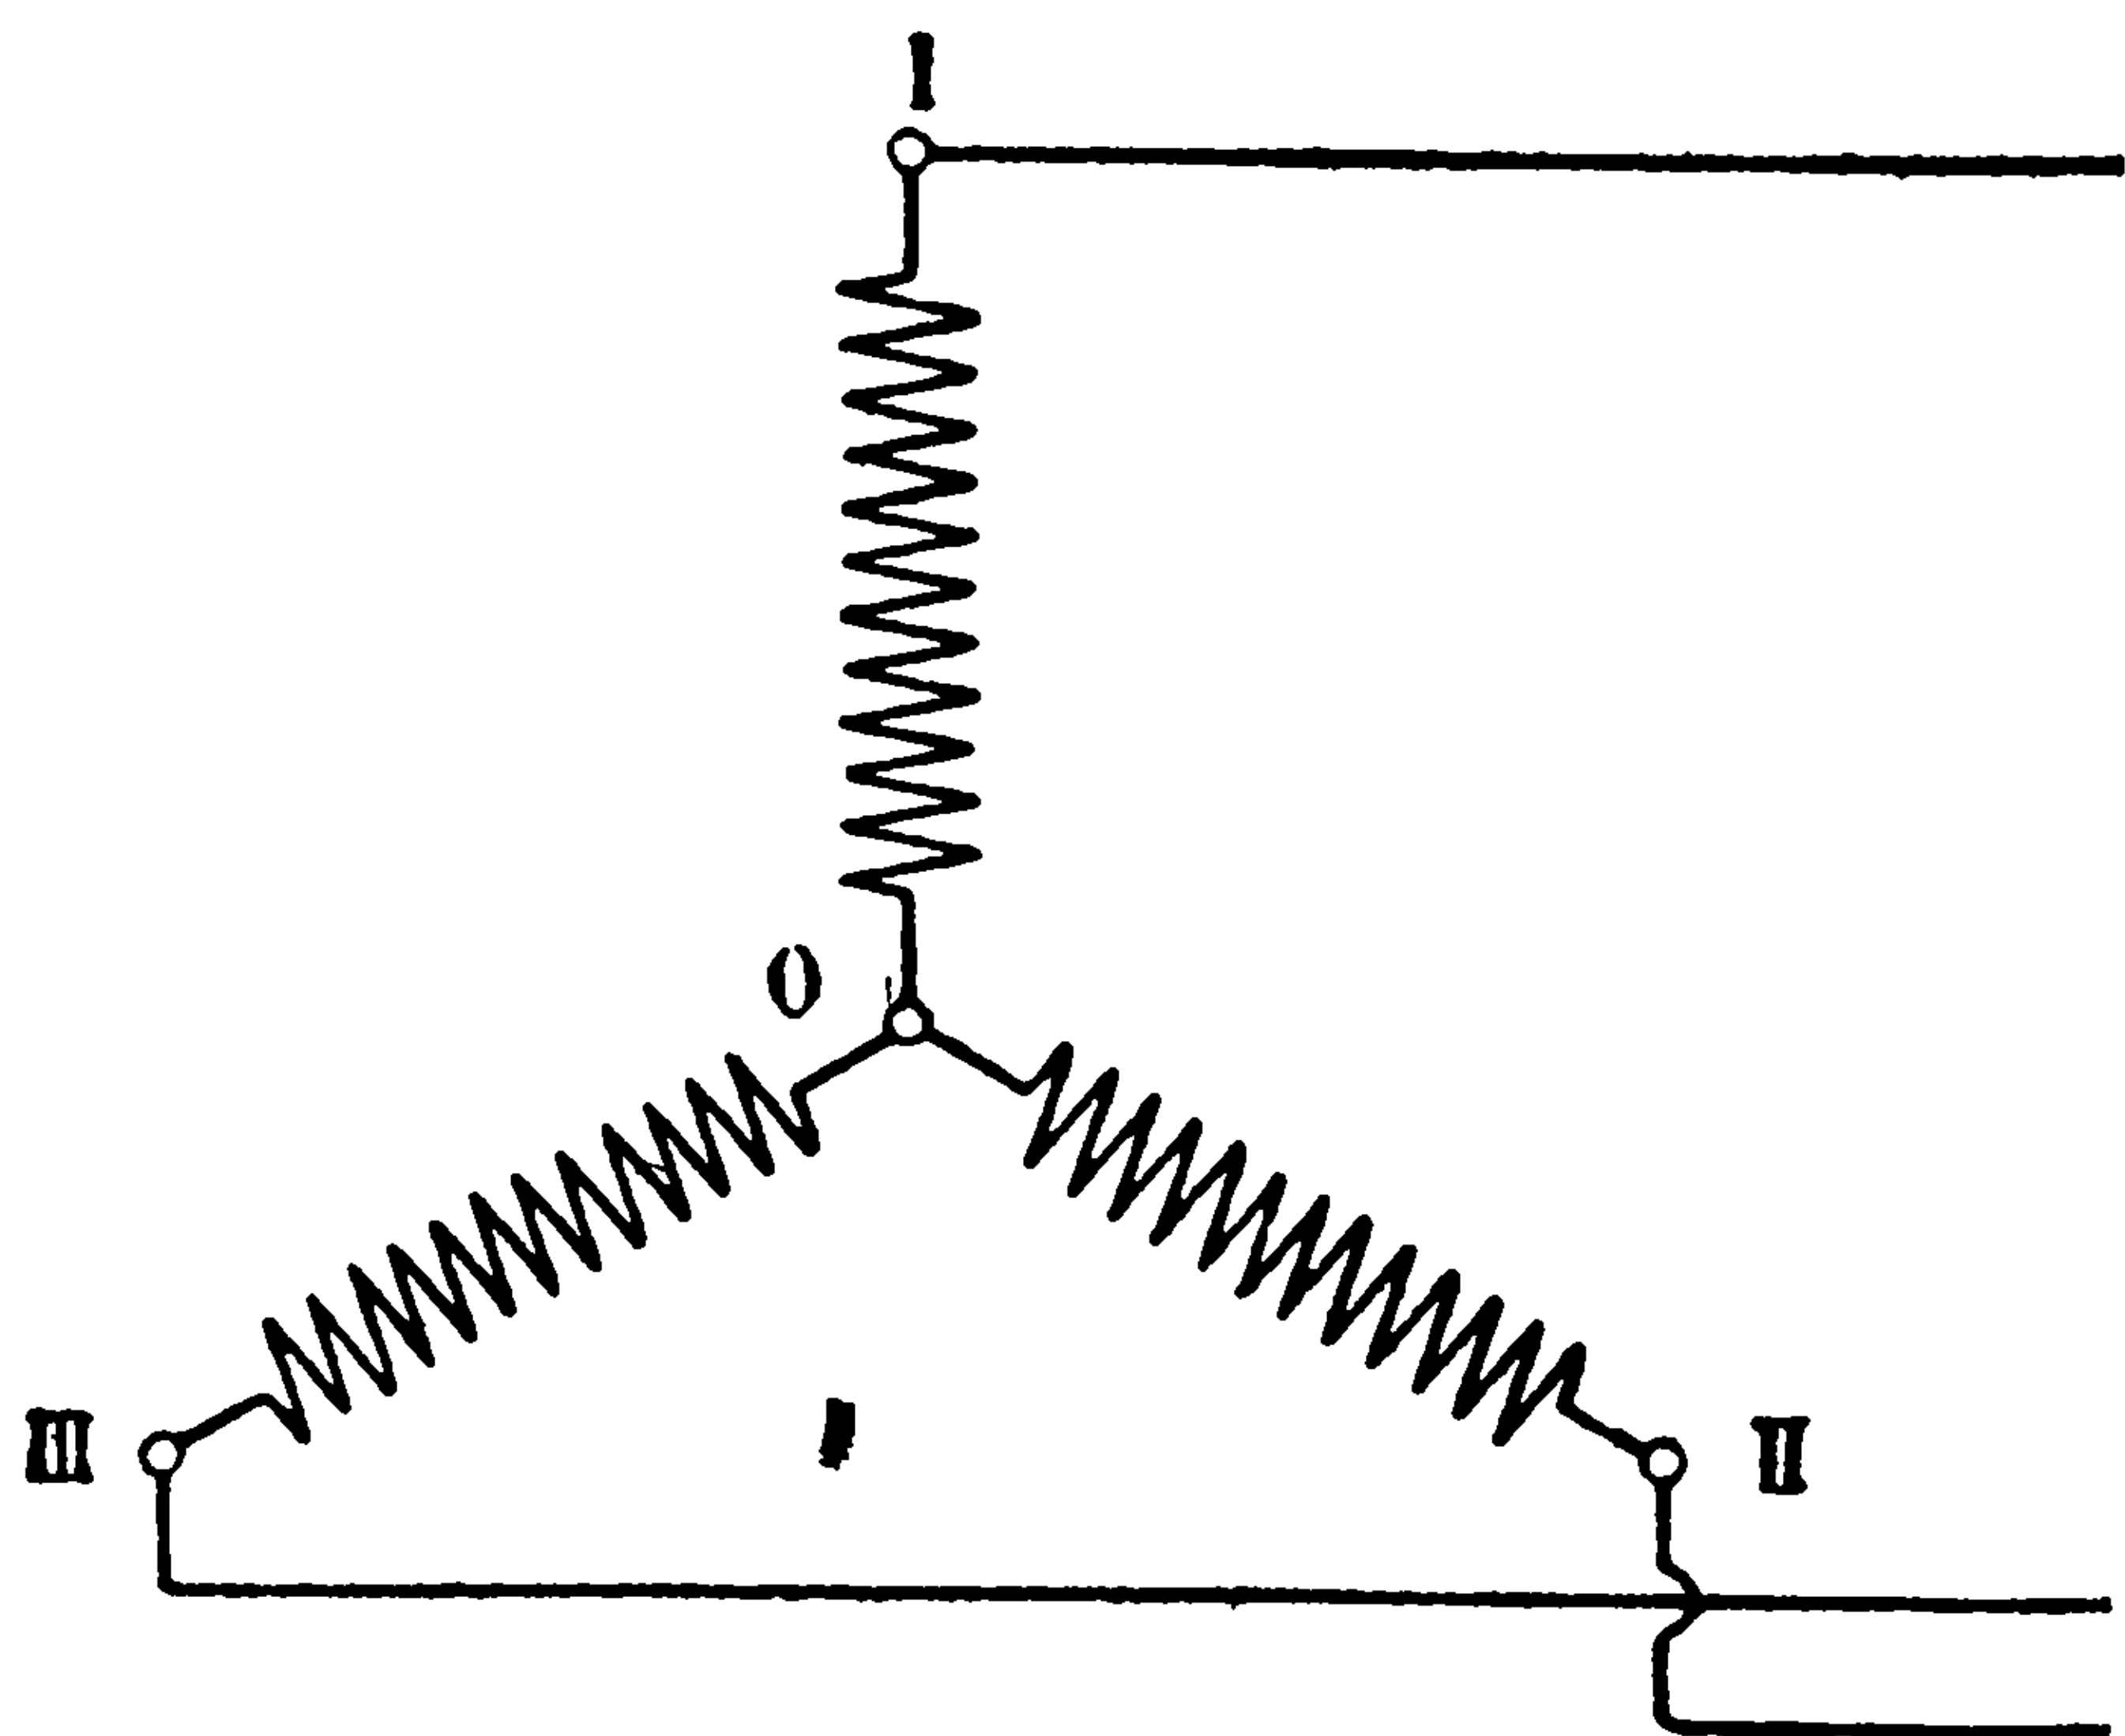
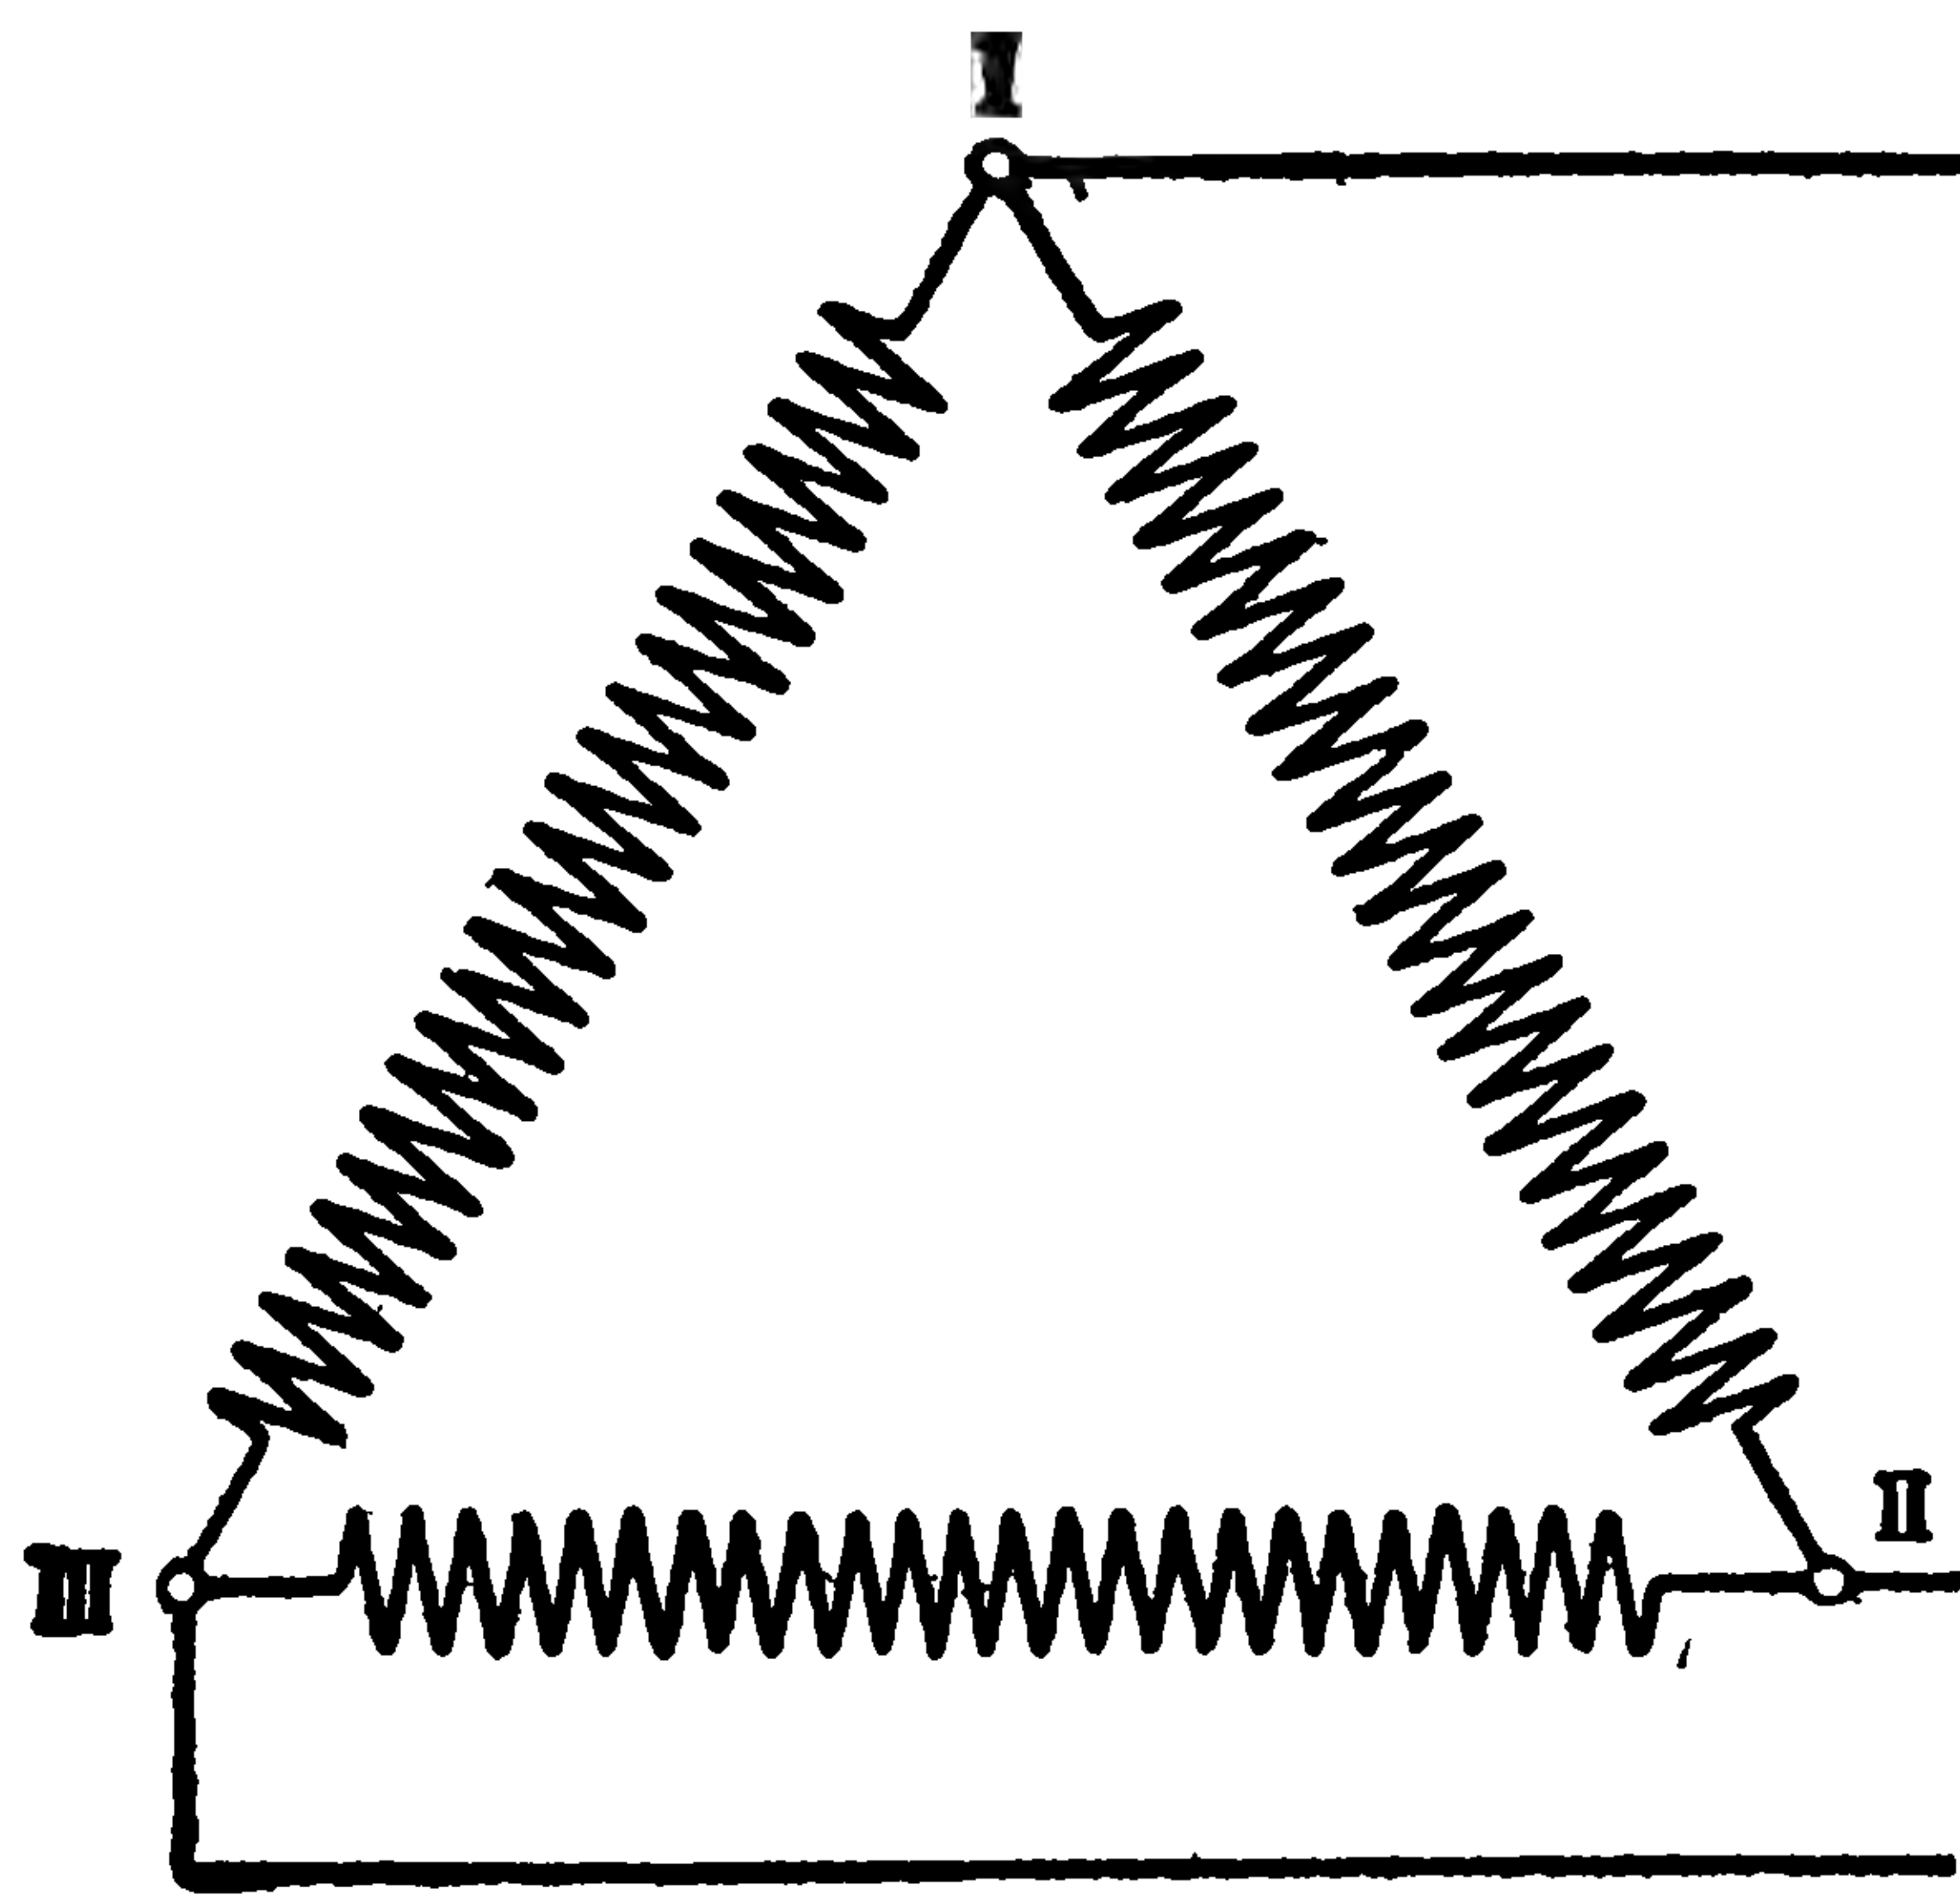

Рис. 27. Соединение статорных обмоток звездю.
Рис. 28. Соединение статорных обмоток треугольником.
3. Разрыв в одной из статорных обмоток трехфазного генератора. Будь альтернатор однофазным, разрыв его статорной обмотки сразу лишил бы его напряжения. Но у трехфазного альтернатора — не одна, а три статорные обмотки, и соединены между собою эти „фазные обмотки“ либо звездю, как на рис. 27, либо треугольником, как на рис. 28. Достаточно взглянуть на эти рисунки, чтобы понять, что в случае „звезды“ разрыв в одной из обмоток, например, в обмотке 0 III, уничтожает „сопря-